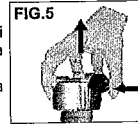

FIG. 5
- La poignée adaptateur Quick-On+ (5) est en position « OFF » (elle se ferme en lui faisant faire un demi-tour dans le sens des aiguilles d'une montre jusqu'à l'arrêt : la flamme rouge sur la poignée n'est pas visible (« OFF »)).
Ensuite démontez le adaptateur Quick-On+ en appuyant horizontalement sur la poignée (5) et en la tirant en même temps vers le haut (Fig. 5).